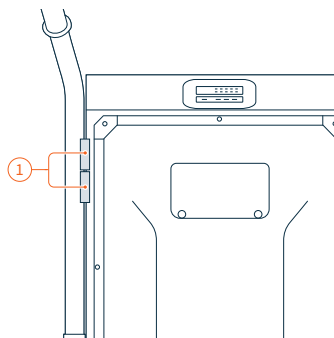

Fig. 11 Tomas del betterGen (resaltadas)
El betterGen está equipado con dos tomas diferentes para conectar aparatos (fig. 11/1). Las dos están diseñadas para aparatos con un consumo de potencia de hasta 16 amp (230 V, 50 Hz). La toma inferior está diseñada para altas cargas capacitivas e inductivas que requieren una corriente de irrupción alta. La toma superior está diseñada para bajas cargas capacitivas e inductivas.
1. Conecte el aparato al betterGen (fig. 11/1).